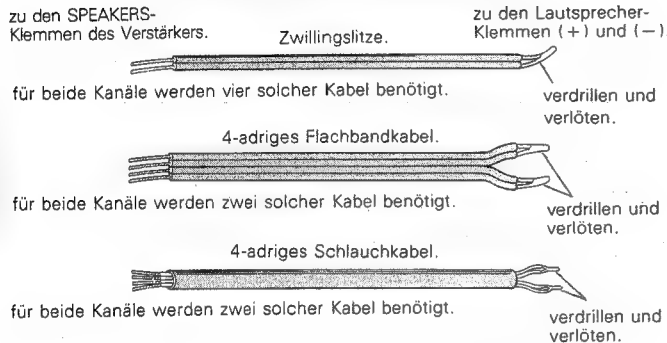

Fig. 2 Ersatzkabel für Σ -Spezialkabel
- Falls die mitgelieferten Spezialkabel zu kurz sein sollten, können auch die auf Fig. 2 gezeigten, im Fachhandel angebotenen Kabel verwendet werden. Sie sollten jedoch so kurz wie möglich gehalten werden.